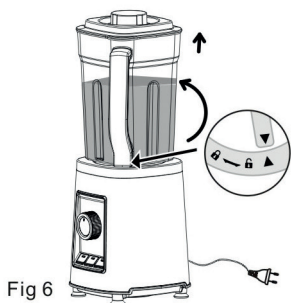

Fig 6
- Når miksingen er ferdig, slår du av blenderen ved å vri funksjonsvelgeren (14) til OFF og dra ut kontakten. Fig. 6.